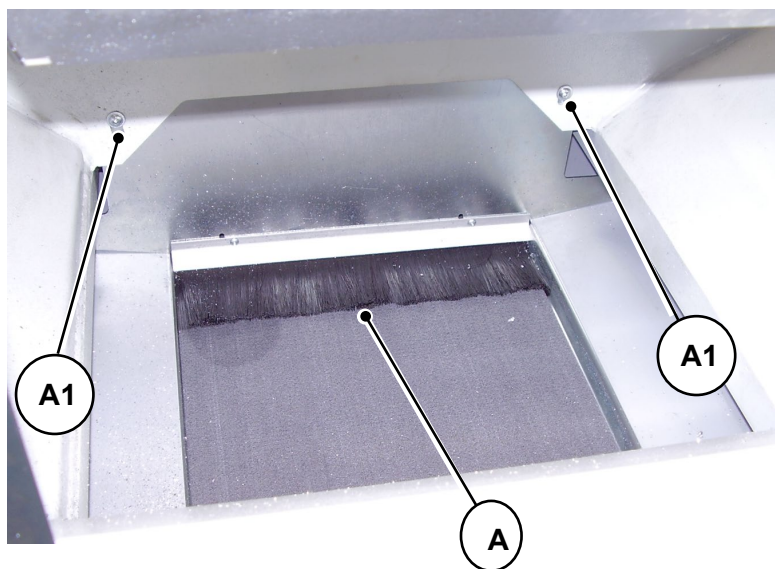

Fig. 09-18
- Remover a escova protetora de cavacos “A” próxima à cabeça fixa, atuando nos respectivos parafusos de fixação “A1” (Fig. 09-18).